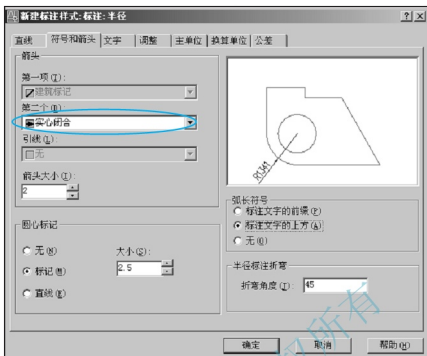

图 3.28 将箭头设定为“实心闭合”
① 将【符号和箭头】选项卡内的箭头设定为“实心闭合”，如图3.28所示。